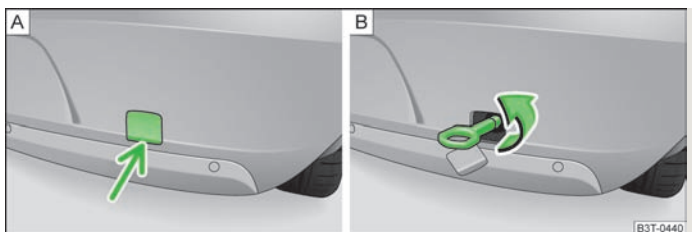

Abb. 185 Hinterer Stoßfänger: Ausbau der Abdeckkappe / Einbau der Abschleppöse
» Abb. 185 - **A**) und diese herausnehmen.
- Die Abschleppöse nach links bis zum Anschlag einschrauben » Abb. 185 - **B**) und diese so fest wie möglich anziehen. Für das Festziehen empfehlen wir, z. B. den Radschlüssel, die Abschleppöse eines anderen Fahrzeugs oder einen ähnlichen Gegenstand zu verwenden, der durch die Öse gesteckt werden kann.